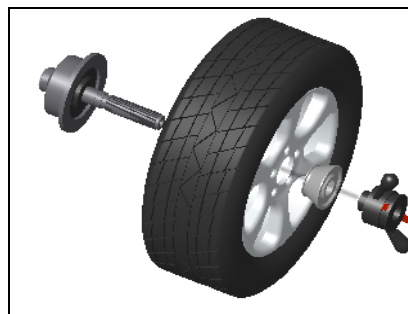

Рисунок 6-2
6.2.2.2 Обратный способ установки колеса (рисунок 6-2).